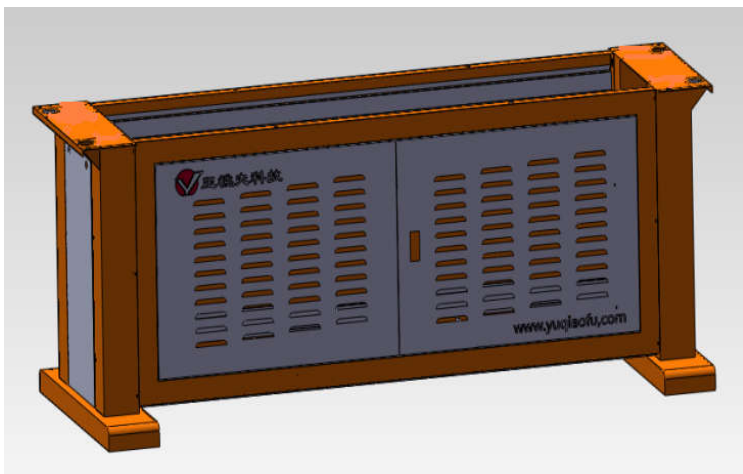

图 2-1：设备底座安装示意图
2.1.2. 取出底座部件并使用附带螺丝进行组装。（具体请参阅图 2-1）